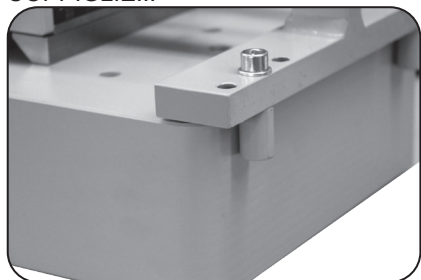

Fig. 1
- Il pezzo da movimentare deve essere sempre posizionato contro lo stop verticale durante il sollevamento. (Fig.1) La forza di spostamento deve essere concentrata sugli stop. Il sollevatore magnetico deve essere posizionato in prossimità del baricentro del pezzo da movimentare e bloccato con le apposite sicure in modo simmetrico rispetto alla geometria del carico stesso. (Fig. 2)
4. Gli Stop meccanici devono essere posizionati in modo sicuro sulla parte bassa del carico per evitare uno slittamento del pezzo nelle operazioni di sollevamento verticale (Fig.1) In questo caso attivare il sollevatore magnetico (Verificare le Istruzioni Operative FX)
3. Spingere gli Stop contro la parte bassa dell'elemento (Fig.1). Attivare il sollevatore magnetico (Istruzioni Operative FX). Sollevare il Sistema lentamente di alcuni centimetri e verificare se il carico è in sicurezza.